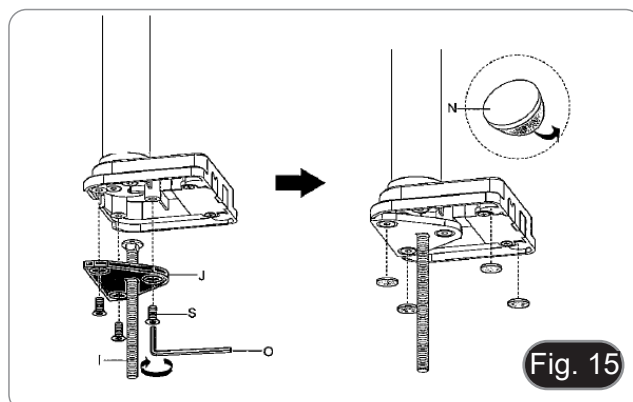

Fig. 15
3. Introducir el tornillo (I) en la placa de fijación (J).
4. Apretar la placa de fijación con los tres tornillos (S). (Fig. 15)
5. Fijar las patas de goma (N) al soporte de la mesa.